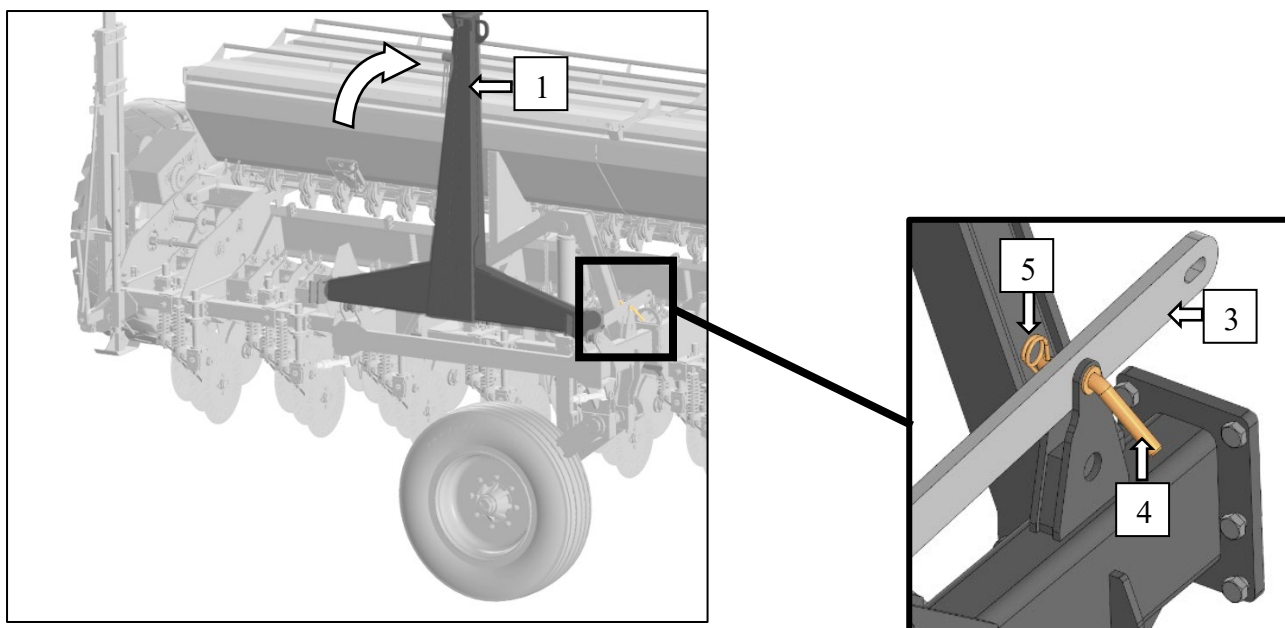

Рисунок 15 – Центральный фаркоп в транспортном положении
9. С помощью гидравлической системы трактора поднять центральный фаркоп (1) и зафиксировать его в транспортном положении, закрепив планку (3) с помощью фиксатора (4) и шплинта (5), рис. 15.